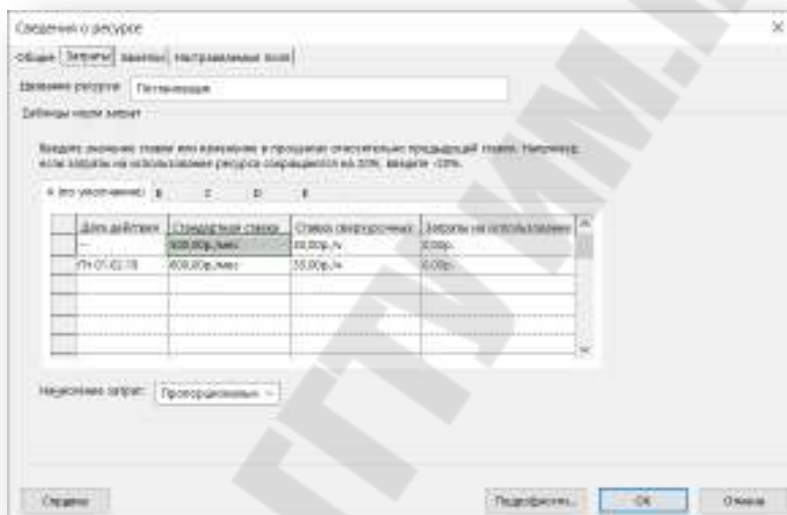

Рис. 2.30. Установка пятницы нерабочим днём
8. Выбрать вкладку *Затраты*. В столбец *Стандартная ставка* первой строки ввести 500р./мес, а в столбец *Ставка сверхурочных* – 30р./ч. Предположим, что с 01.02.19 зарплата данного работника должна быть увеличена. Во второй строке задать дату начала действия новой ставки – 01.02.19, стандартная ставка – 600р./мес, ставка сверхурочных – 35р/ч. Для ввода значения удобнее всего пользоваться строкой ввода, расположенной над таблицей (рисунок 2.30).